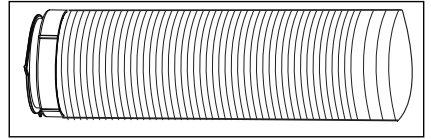

Fig. 7
4. Forleng den andre enden av luftkanalen, og skru den fast til overgangsstykke B (Fig. 7).